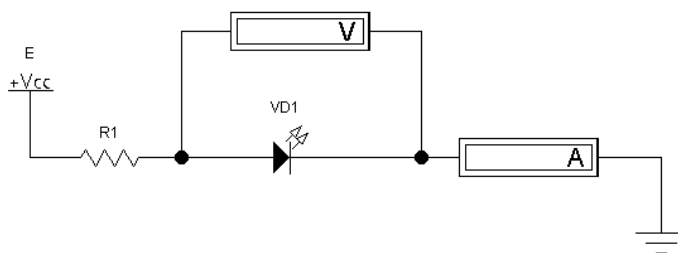

Рисунок 2.4 – Електрична схема досліджень СД
3. Ознайомитися з електричною схемою проведення досліджень (рис.2.4) та вияснити функції кожного її компонента: джерела стабілізованої ЕРС живлення E , джерела регульованої напруги V_{cc} , баластного резистора $R1$, вольтметра V та амперметра A .